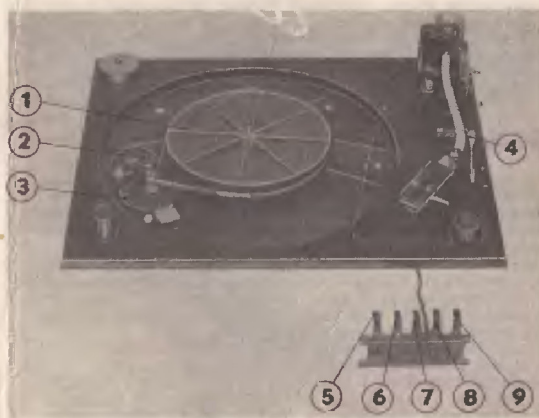

Рис. 2. Электропроигрывающее устройство сноснятым диском
Внешний вид, расположение и назначение элементов управления показано на рис. 1, рис. 2.
- приводной ремень (резиновой пассик), находящейся в упаковке запасного комплекта, наложить на дорожку ведущего диска 1 (рис. 2), оттянуть его в одном месте и одеть на насадку вала 3 (рис. 2),
- выключить кнопку 7 на пульте управления ЭПУ (рис. 2),